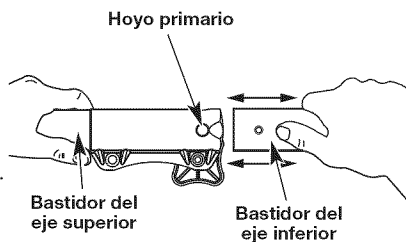

Fig. 4
- A la vez que sostiene firmemente el accesorio, empujelo derecho hacia el interior del acoplador Convertible™ hasta que el botón de desconexión encaje sólidamente en el orificio principal (Fig. 4).
- A la vez que sujeta la caja del eje superior, tire del accesorio recto hacia afuera del acoplador Convertible™ (Fig. 4).